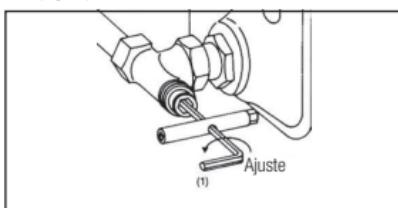

Fig. 4 Ajuste del detentor
- 3 Ahora ajuste la válvula girando la llave de 6 mm (1) en sentido antihorario el nº de vueltas seleccionado del diagrama (fig. 4).